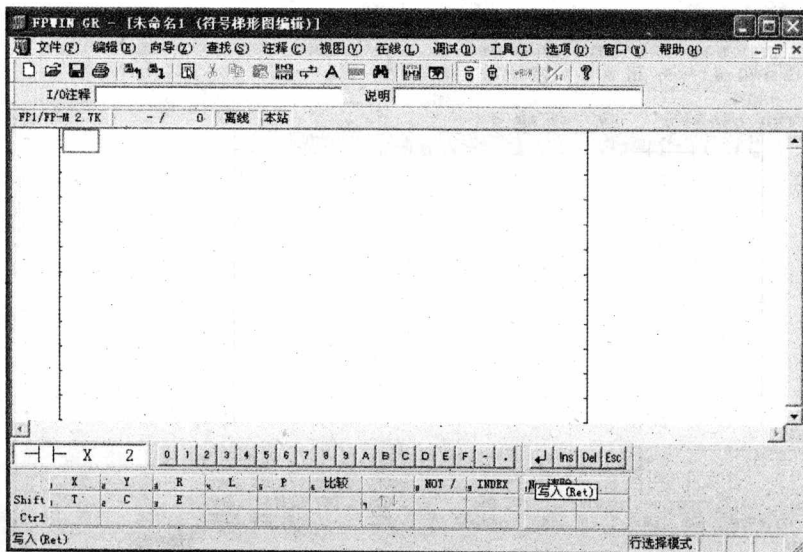

图 1-12 点击数字按钮输入
③依次点击数字“2”按钮和输入键栏的“写入”按钮,如图 1-12 所示。